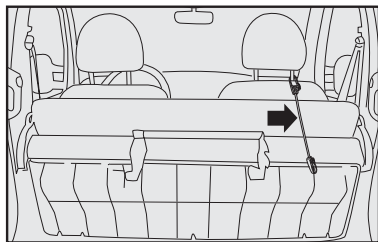

fig. 97
3) Retirar a correia elástica localizada sob o banco traseiro e colocá-la conforme **fig. 97**.